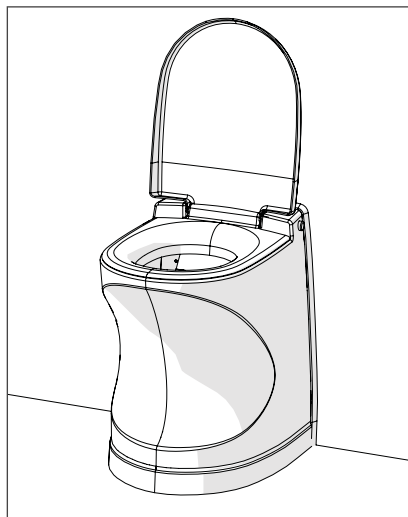

Ilustración 2
3. Baje el asiento. El inodoro está listo para su uso (Ilustración 2).